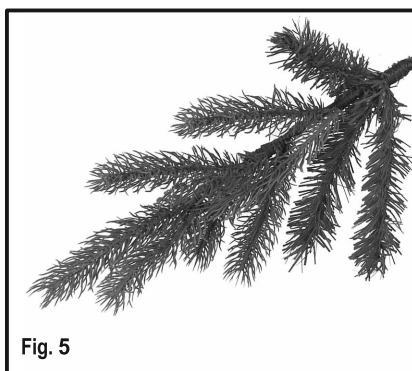

Fig. 5
5. Au fur et à mesure que l'on progresse dans les rangées de branches, les branches en forme de bout d'aile diminuent, mais les branches ont la même forme. La figure 5 montre une branche entièrement formée sans bouts d'aile.